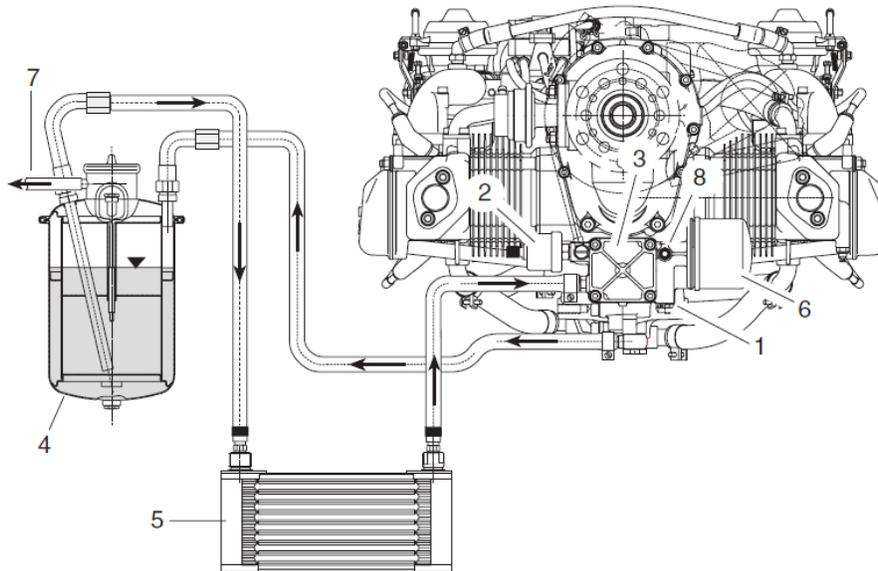

Figura 1.7.1. Sistema de lubrificação do motor.
O motor ROTAX 912 é fornecido com sistema de lubrificação forçada por cárter seco (consulte a figura 1.7.1.) equipado com regulador de pressão integrado à bomba de óleo principal (1) e sensor de pressão de óleo (2).